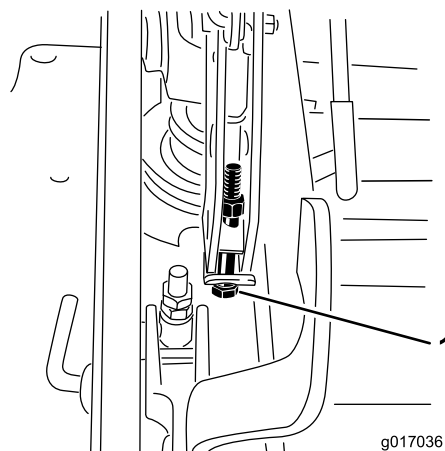

Figure 89
13. Si le plateau est trop bas, serrez le boulon de réglage monopoint dans le sens horaire. Si le plateau est trop haut, desserrez le boulon de réglage monopoint dans le sens antihoraire (Figure 89).